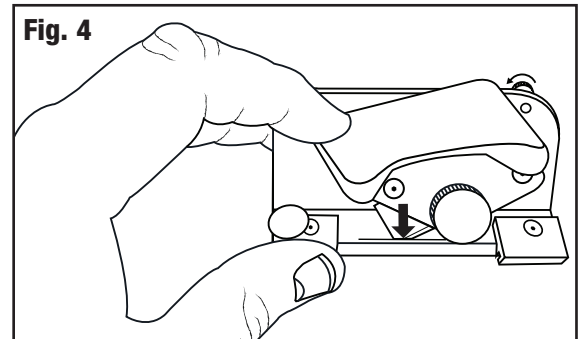

Fig. 4
5. Pivote el sujetador de la cuchilla hacia abajo para que la punta de la cuchilla se introduzca en la ranura de cuchilla. Apriete el tornillo de retención de la cuchilla (**Fig. 4**).